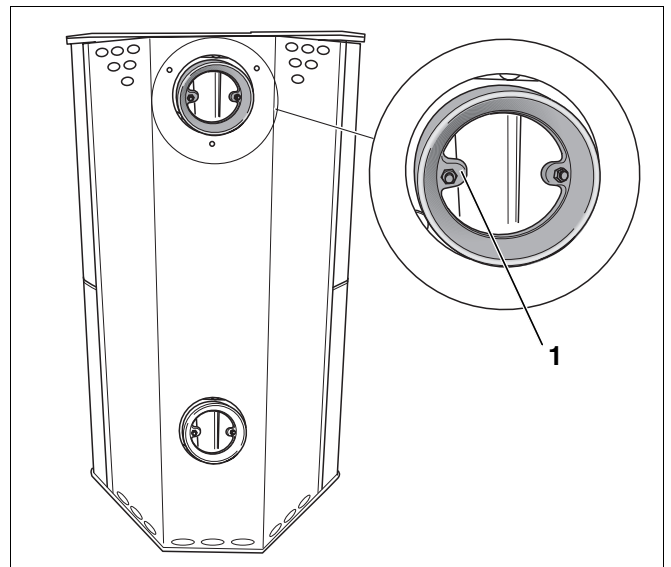

Abb. 10 Abgasanschluss Rückseite – Abgasstutzen
- Abgasstutzen am Abgasanschluss Rückseite montieren (Abb. 10, **Pos. 1**).